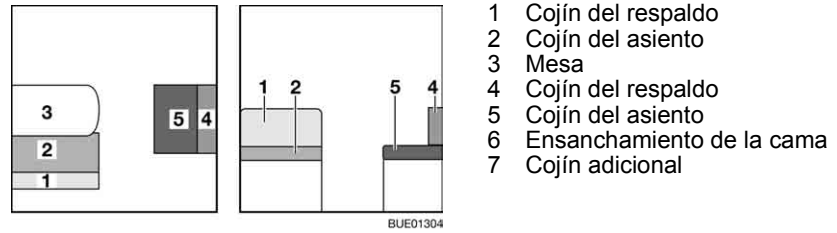

Fig. 126 Antes de la transformación
- Transformar la mesa (Fig. 126,3) en base de cama (véase apartado 6.11).
- Quitar el cojín del respaldo (Fig. 126,1) y depositarlos en la mesa.